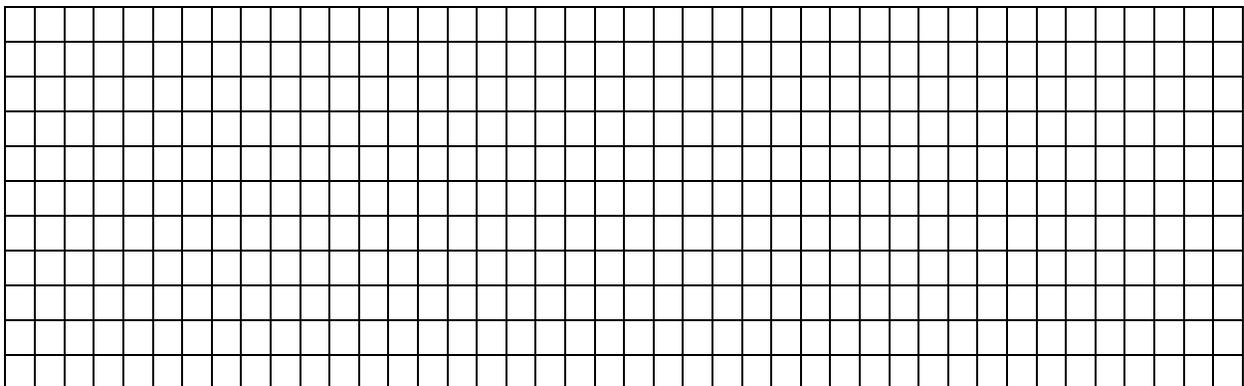
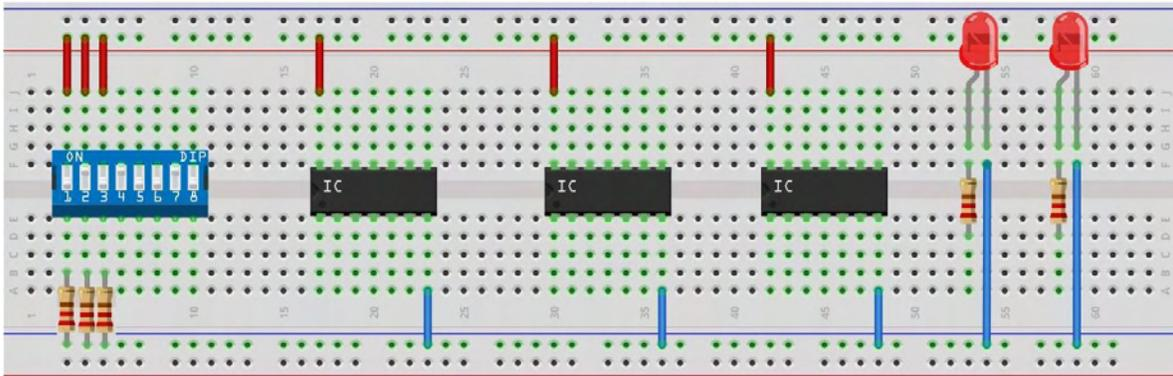

Figura 7.10. Diagrama lógico del sumador binario
Figura 7.13. Alambrado base para realizar el experimento 2.
2.3 Realice el alambrado mostrado en la figura 7.13, y agregue las conexiones necesarias para lograr el circuito del diagrama dibujado en la figura 7.10; considere en el Dip Switch el interruptor 1 para **C_i**, el 2 para **A** y el 3 para **B**.